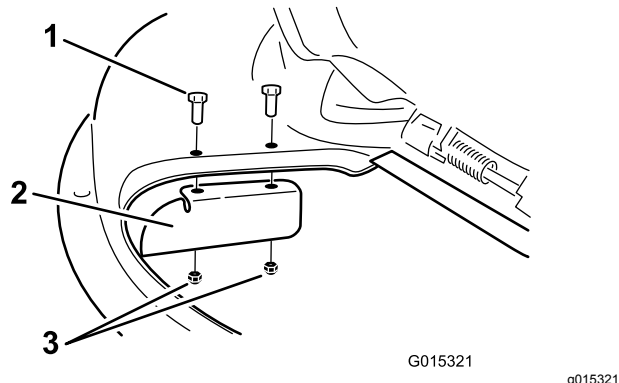

Bild 25
9. Befestigen Sie das Versatzablenkblech am Mähwerk (Bild 25).
3. Entfernen Sie das Versatzablenkblech vom Mähwerk (Bild 25).